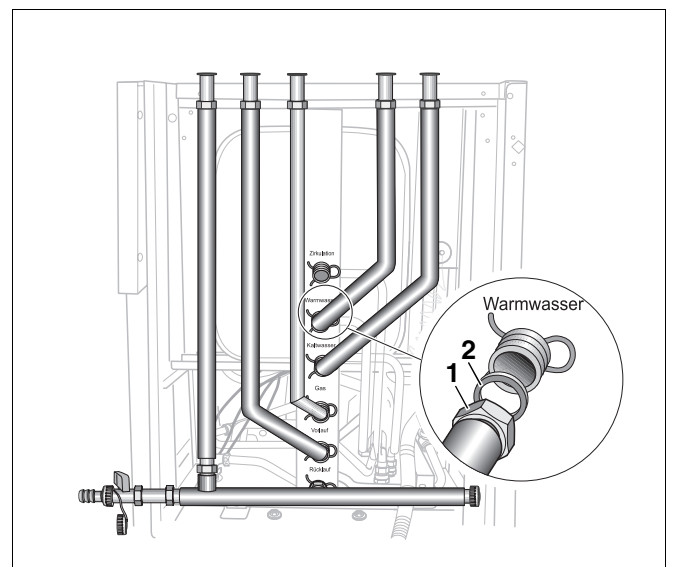

Abb. 14 Anschlussrohr AW anschließen
- Anschlussrohr AW (Abb. 14, **Pos. 1**) mit eingelegter Dichtung (Abb. 14, **Pos. 2**) an den Anschluss „Warmwasser“ des Heizkessels anschließen und mit einem Schraubenschlüssel SW 30 festziehen.